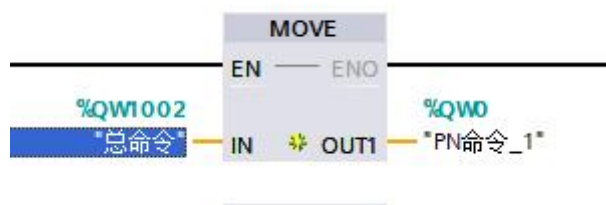

图 31 MOVE 指令
2、通过功能块操作对应的 PZD 数据地址，如图 31 所示为操作第一台 PN 驱动器控制命令的 MOVE 方法